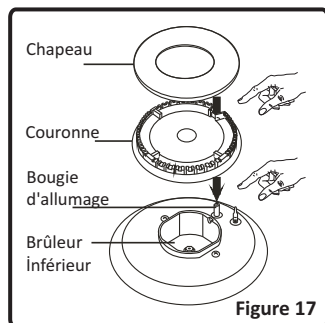

Figure 17
Après l'allumage, procédez à une vérification visuelle des flammes. Si vous voyez une pointe jaune, des flammes suspendues ou instables, fermez le robinet à gaz, et vérifiez si les chapeaux couronnes sont bien positionnées (fig.17).
- Enlevez les grilles émaillées, les chapeaux de brûleurs et les brûleurs supérieurs (Figure 17).